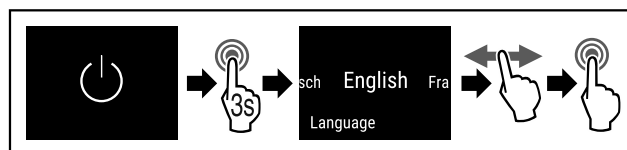

Fig. 49
- ▶ Udfør handlingstrinene (se Fig. 49).